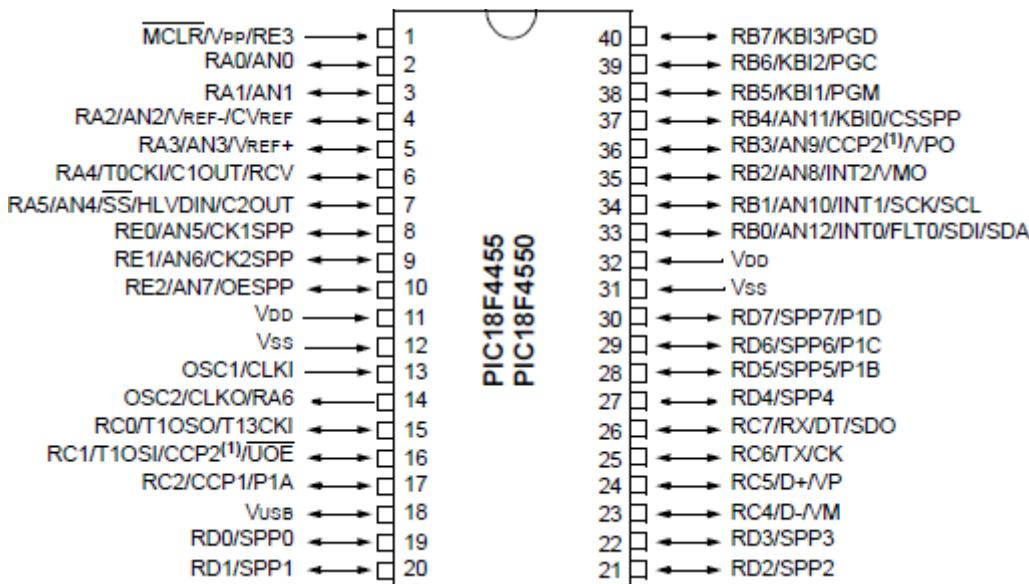

Figura 2.3- Distribuição dos pinos no microcontrolador PIC18F4550 (Fonte: datasheet PIC18F4550).
Na Figura 2.3 é possível visualizar a pinagem do microcontrolador PIC18F4550 com as portas de entrada e saída (RA, RB, RC, RD e RE), que podem ser configuradas por meio do programa, os canais de entradas analógicas (AN), pinos de alimentação (VDD e VSS), pinos de entrada para o oscilador externo (OSC), porta de comunicação serial (RX e TX) e porta de comunicação USB (D+ e D-), entre outros. É possível ver também que vários pinos acumulam mais de uma função (*Datasheet PIC18F4550*).